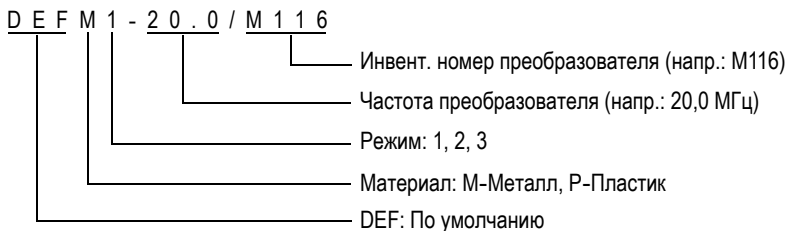

Рис. 5-3 Выбор настройки для одноэлементного преобразователя
- c) В окне ПО УМОЛЧ. для используемого типа преобразователя (см. Рис. 5-3 на стр. 61) в списке доступных настроек по умолчанию выберите настройку для используемого преобразователя.